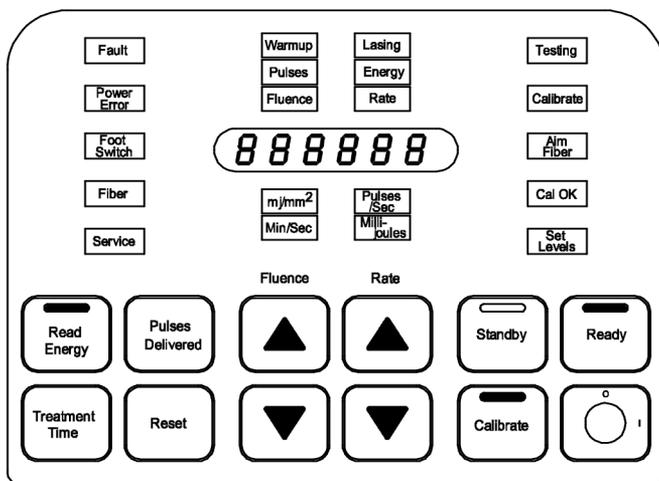

Figura 1
2. La primera parte de esta autoevaluación es una prueba de las lámparas del panel de control en la que todos los botones de estado y luces de advertencia, excepto Standby, y la luz de estado de color verde en la parte superior del panel de control se iluminan simultáneamente durante aproximadamente 5 a 7 segundos. Se muestran seis números ocho (8) en la ventana de visualización. (Figura 1)